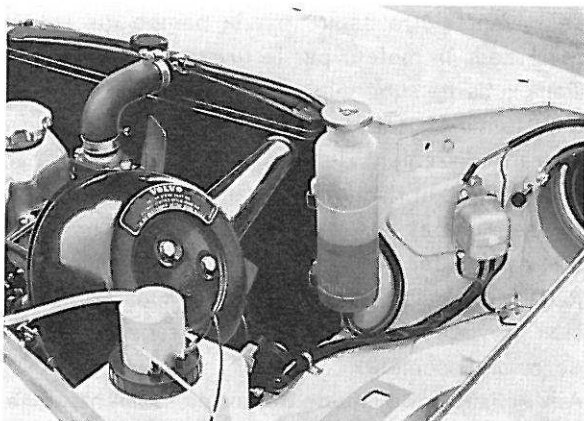

Figure 110. Réservoir d'expansion.
Pour la vidange du circuit de refroidissement, ouvrir un robinet sur le moteur et un bouchon au-dessous du radiateur. Pour vider le réservoir d'expansion, il suffit de le déposer de son support et de le maintenir à une hauteur suffisamment élevée pour que le liquide de refroidissement puisse descendre dans le radiateur. On peut également le déposer complètement et le retourner pour en vider le contenu. Lors du remontage, bien fixer le réservoir d'expansion et s'assurer que la durite a été correctement installée comme l'indique la figure 110.
7. Reposer le réservoir d'expansion avec sa durite. Du radiateur, faire passer cette durite **devant** le réservoir d'expansion et la rabattre ensuite sur le fond de ce réservoir afin de bien la dégager du ventilateur, figure 110. Eviter des courbures trop brusques.